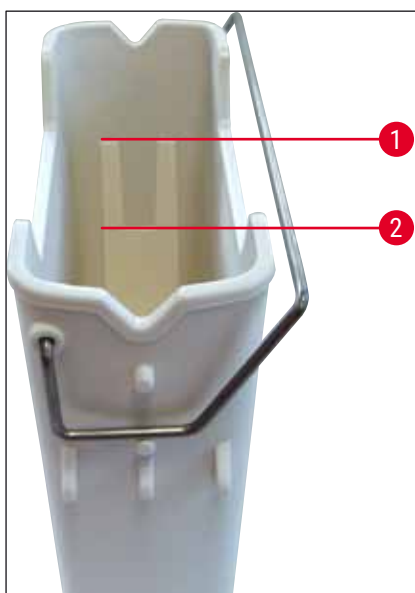
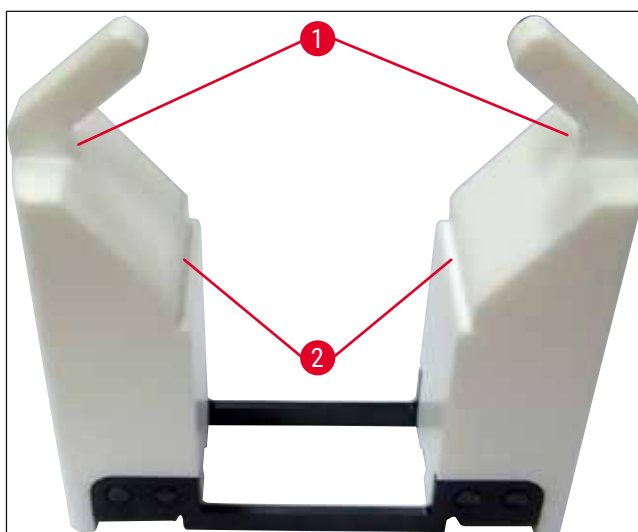

Abb. 65
Abb. 66
Kontrollieren, dass der Reagenzienküvettenbügel korrekt an der Reagenzienküvette angebracht ist. Ist dies nicht der Fall, den Bügel entsprechend der (→ "Abb. 65") befestigen.
- Zum Befüllen beider Reagenzienküvettentypen die Füllstandsmarkierungen innerhalb der Reagenzienküvetten beachten (→ "Abb. 65") (→ "Abb. 66").
- Soll der Einsatz für Spezialfärbungen (→ "Abb. 66") zur Reduzierung des Reagenzienvolumens in den Reagenzienküvetten verwendet werden, diesen zuerst in die Reagenzienküvette einsetzen und danach die Reagenz bis mindestens zur angezeigten minimalen Füllhöhe (→ "Abb. 66-2"), jedoch nicht über die maximale Füllhöhe (→ "Abb. 66-1") einfüllen.